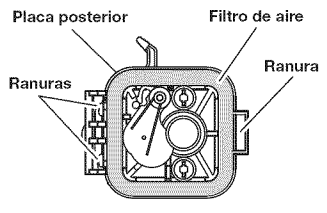

Fig. 19
2. Quite el filtro de aire (Fig. 19).
7. Para volver a colocar la tapa del filtro de aire, sitúe los ganchos del lado izquierdo de la tapa del filtro de aire en las ranuras que están en el lado izquierdo de la placa posterior (Fig. 19).